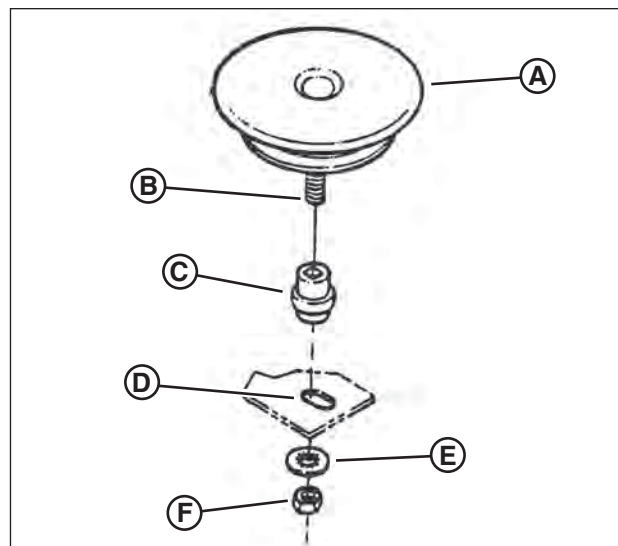

Figure 34 : Enlever le disque d'entraînement
5. Retenir l'extrémité rainurée du boulon du disque d'entraînement (B, Figure 34) avec un tournevis et enlever l'écrou (F) et la rondelle à denture interne (E).
7. Soulever le disque d'entraînement (A) vers le haut et enlever la courroie usée.